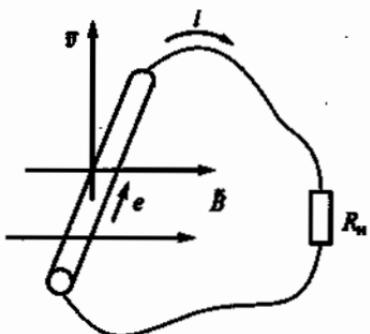

Рис. 53
2.27. Р. Дизелектрический стержень перемещается под прямым углом к магнитному полю с индукцией B (рис. 53). Будет ли наводиться ЭДС индукции e в этом стержне и будет ли протекать ток i в цепи?